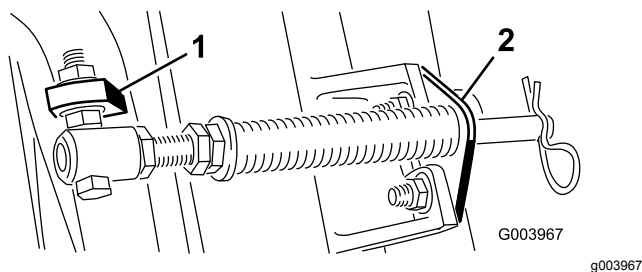
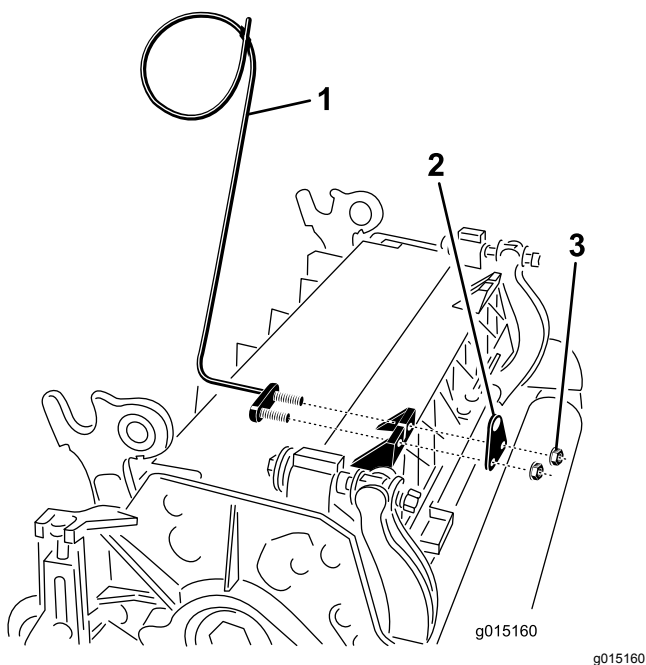

Figure 11
Figure 13
Remarque: Placez la tête du boulon sur le côté extérieur de la patte, comme montré à la Figure 11.
- E. Montez le support de tige sur les pattes de l'unité de coupe à l'aide des boulons de carrosserie et des écrous (Figure 11). Sur l'unité de coupe, montez le guide-flexible gauche devant les pattes de l'unité quand vous posez le support de tige (Figure 13).